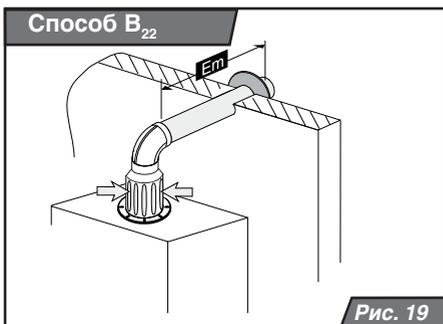

Рис. 19
**Способ С52** – коаксиальный трубопровод разделенный и выводы на различных местах (с различными параметрами, в основном, давлением). Для отвода продуктов сгорания и подачи воздуха можно использовать и раздельный трубопровод (см. рис. 19). Трассы раздельного трубопровода не могут быть выведены на противоположных сторонах здания.